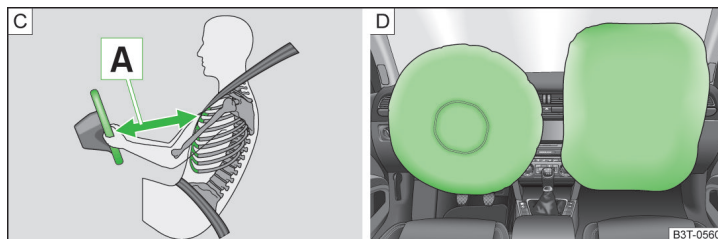

Fig. 9 Distancia de seguridad con respecto al volante/Airbags rellenos de gas
Al activarse, los airbags se llenan de gas y se despliegan delante del conductor y el acompañante » fig. 9 - [D]. Al sumergirse la cabeza y el tórax en el airbag completamente inflada, se amortigua el movimiento hacia delante del conductor y del acompañante, y se reduce así el riesgo de lesiones en esas partes del cuerpo.
- Es importante que el conductor y el acompañante mantengan una distancia mínima de 25 cm con respecto al volante y/o al tablero de instrumentos [A] » fig. 9. Si no respeta la distancia mínima, el sistema de airbag no podrá protegerle. ¡Peligro de muerte! Además, los asientos delanteros y los reposacabezas siempre deben estar correctamente ajustados a la estatura del ocupante.